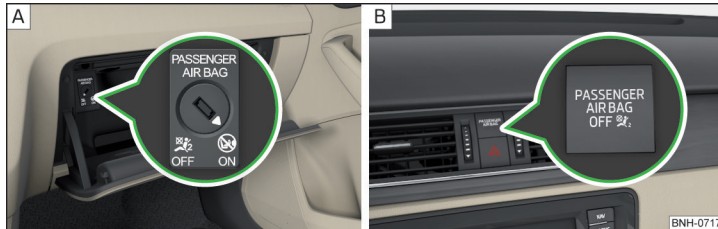

Abb. 22 Schlüsselschalter für Beifahrer-Frontairbag / Kontrollleuchte für Beifahrer-Frontairbag
Der Beifahrer-Frontairbag kann mit dem Schlüsselschalter abgeschaltet werden » Abb. 22 auf Seite 27 - A.
Stellungen des Schlüsselschalters » Abb. 22 - [A]
- OFF** Der Beifahrer-Frontairbag ist abgeschaltet - nach dem Einschalten der Zündung leuchtet¹⁾ die Kontrollleuchte **OFF** ⚠; » Abb. 22 - [B]